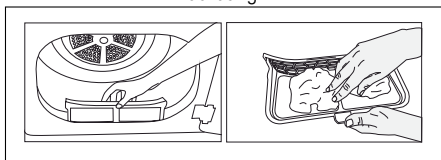

Abbildung 2
- 2b) Falls der Deckelfilter Ihres Gerätes wie in Abbildung 2 gezeigt aussieht, ziehen Sie den Filter nach oben heraus.